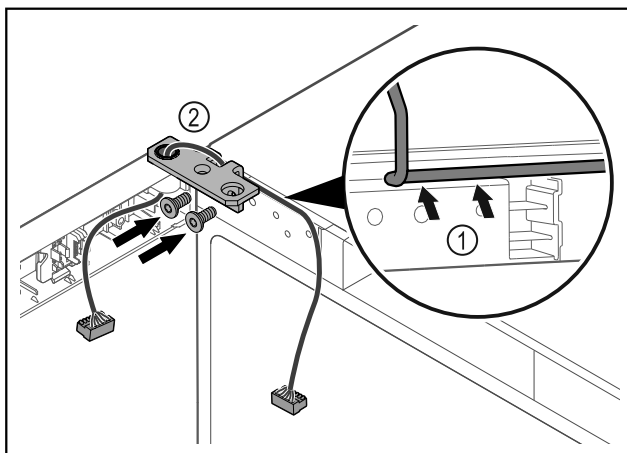

Fig. 43
- ▶ Vadiet kabeli caur lokāmā kronšteina padziļinājumu un uzmanīgi izvietojiet Fig. 43 (1).
- ▶ Pieskrūvējiet lokāmos kronšteinus Fig. 43 (2).